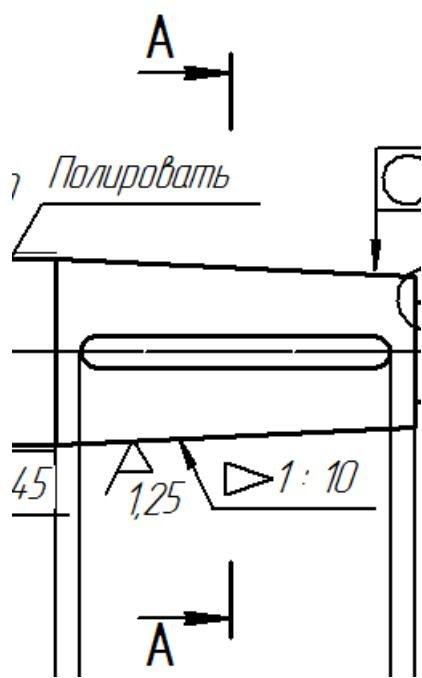

Рис. 49. Фрагмент чертежа с нанесённой линией сечения
- щёлкните по кнопке **Создать объект** на **Специальной панели управления**. Линия сечения A-A на коническом участке вала построена (рис. 49). Она должна быть на середине шпоночного паза.